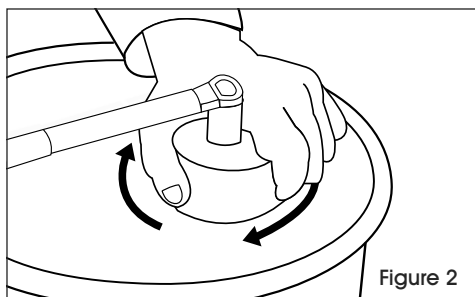

Figure 2
2. Continue to rotate the screw cap clockwise until it cannot be tightened any further by hand. Using a torque wrench and specialized fitting for the particular cap screw being installed, tighten it to at least 80 inch-pounds. (See Figure 2)
2. Continuez à faire tourner le bouchon fileté dans le sens horaire jusqu'à ce qu'il ne soit plus possible de le serrer à la main. À l'aide d'une clé dynamométrique et des raccords appropriés pour le bouchon fileté à installer, serrez à au moins 9 N.m (80 lb-po). (Voir Figure 2)